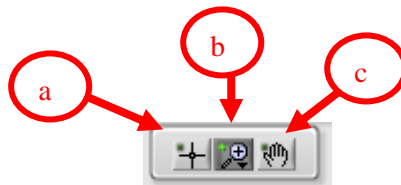

Figura 43: Paleta do gráfico
- 2) **Paleta do Gráfico:** São funções que permitem interações com os eixos do gráfico (ver figura 43).